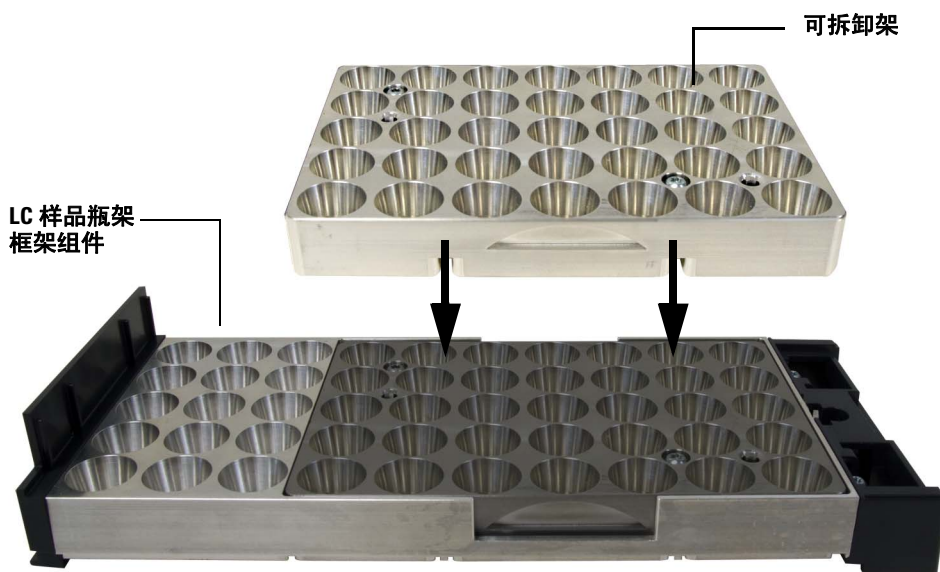

图 65 安装在 LC 样品瓶架框架组件中的可拆卸架
- 2 将自定义 LC 架的可拆卸部分插入 LC 样品瓶架框架组件中，如图 65 所示。自定义 LC 架的可拆卸部分只能朝一个方向安装。